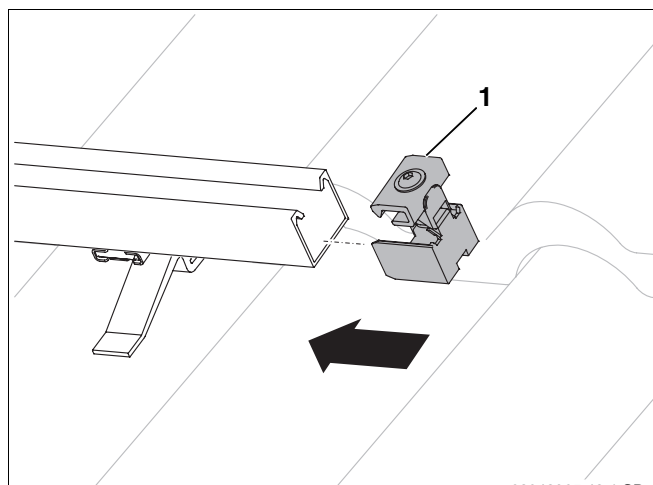

Fig. 41 Inserimento dei giunti di collegamento unilaterali per collettore
- Spingere i giunti di collegamento unilaterali (fig. 41, **pos. 1**) nelle guide profilate all'estremità destra del campo di collettori, finché non si saranno agganciati nel primo foro oblungo delle guide profilate.